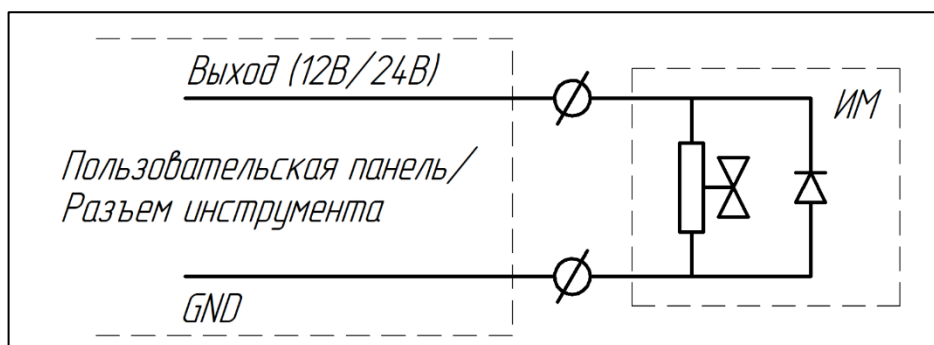

Рисунок I-25 – Схема подключения исполнительного механизма с пневмоинтерфейсом
- Подключение исполнительного механизма с пневмоинтерфейсом (см. Рисунок I-25)